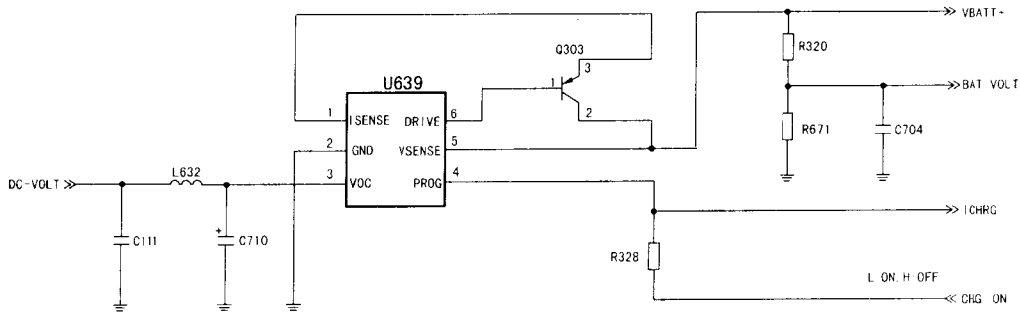

图 1-6 带机充电控制电路原理图
三星 SGH-A288 型手机的带机充电电路主要由 U639 充电控制模块和三极管 Q303 等组成，其工作原理如图 1-6 所示。其作用是控制外接电源 DC-VOLT 对手机电池的充电和检测手机电池的电量。微处理器 U108 输出的 CHG-ON 为脉冲充电信号，进入带机充电模块 U639 的第④脚用以控制外接电源对手机电池的充电；BAT-VOLT 端是检测手机电池电量的饱和程度，由电阻 R320 和 R671 分压后取得，送入微处理器进行检测，当检测到电池电量未饱和时，CPU 继续输出 CHG-ON 信号，控制 DC-VOLT 对手机电池进行充电，当检测到电池电量饱和时，CPU 停止输出 CHG-ON 信号，切断 DC-VOLT 继续向电池充电。